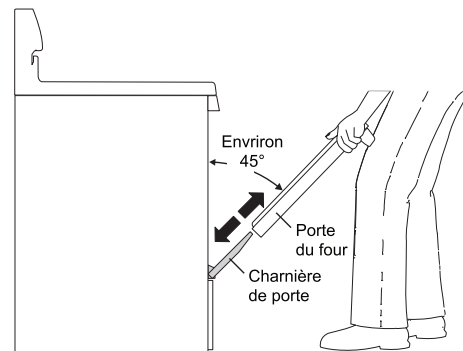

Fig. 3
5. Saisissez fermement la porte des deux côtés et coulissez-la vers le haut pour la sortir des charnières en respectant le même angle (fig. 3.)
2. Tenez la porte de chaque côté près du haut de la porte, tout en la faisant reposer sur votre genou. Insérez les profilés situés dans le bas de la porte sur les bras des charnières de porte (fig. 3).